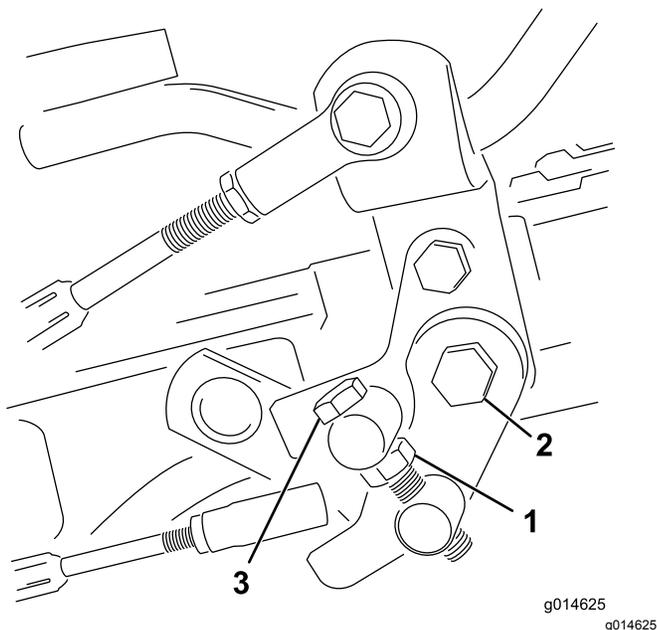

Рисунок 55
1. Ослабьте контргайку на болте цапфы (Рисунок 55).
4. Чтобы зафиксировать регулировку, затяните контргайку на болте цапфы и гайку на шарнире педали (Рисунок 55). Проверьте регулировку и при необходимости повторите ее.